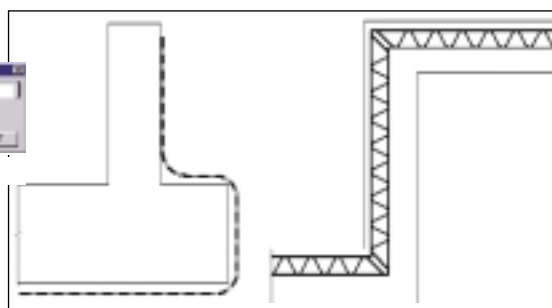

Рис. 11
- изображение теплоизоляции (рис. 11)